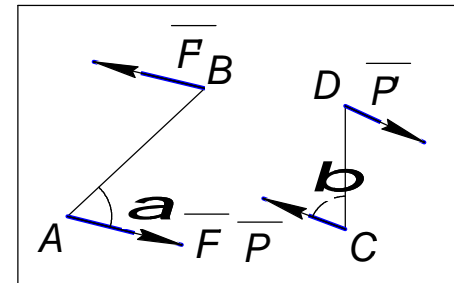

Рис.1.17
1.20. На плиту в ее плоскости действуют две пары сил. Определить сумму моментов этих сил, если сила $F = 8\text{Н}$, $P = 5\text{Н}$, расстояния $AB = 0,25\text{ м}$, $CD = 0,20\text{ м}$, углы $\alpha = 60^\circ$, $\beta = 70^\circ$ (рис. 1.17)